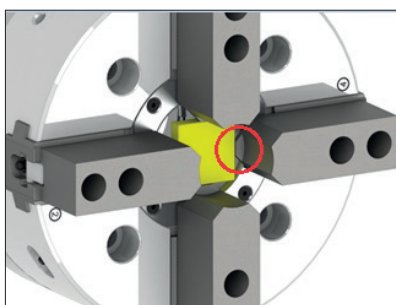

Abb. 3a
2. Ansatz für Ausdrehscheibe fertigen [siehe Abb. 3a / 3b].